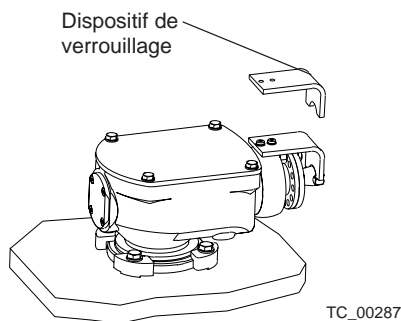

Fig. 38g.
5. Démontez le dispositif de verrouillage de l'engrenage conique du boîtier du commutateur en enlevant les deux vis (voir fig. 38g).